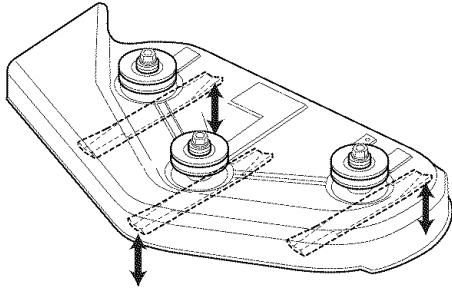

Figura 38. Orientar las Aspas de Adelante hacia Atrás
1. Gire las aspas de adelante hacia atrás como se muestra en la Figura 38. Mida la distancia del suelo a la punta delantera del aspa central, y del suelo a la punta trasera de las aspas izquierda y derecha (Figuras 35 y 38). Las puntas delanteras deben estar 1/8"-1/4" (3-6mm) más altas que las puntas traseras. Si no, proceda con el paso 2.